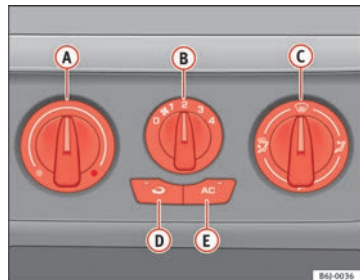

Fig. 102 Sur la planche de bord : éléments de commande du climatiseur
- Les régulateurs ⇒ fig. 102 **A** et **C** et la commande **B** permettent de régler la température, la distribution de l'air et la vitesse de la turbine.
- Fermez les diffuseurs **③**.
- Ouvrez et orientez les diffuseurs **④** vers les fenêtres latérales.